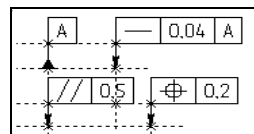

Рис. 42
**Обозначение допуска формы и расположения поверхностей** - стандартный элемент оформления чертежей. Состоит из совокупности линий и текстовой информации. Привязывается только к узлу (рис. 42).